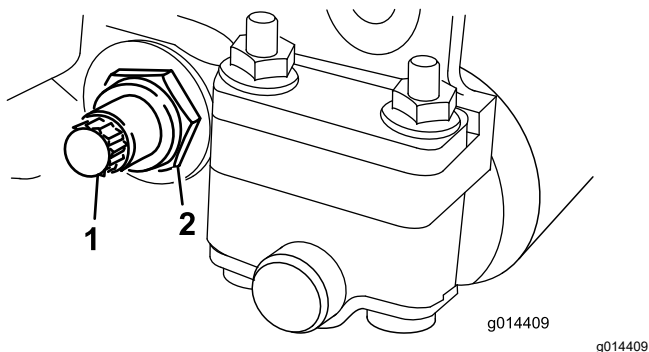

図 18
3. ベッドバーボルト 図 18 を固定しているロックナット機体両側をゆるめる。
4. 各ベッドバーボルトを抜いてベッドバーを下に引き抜いてカッティングユニットから外す 図 18。